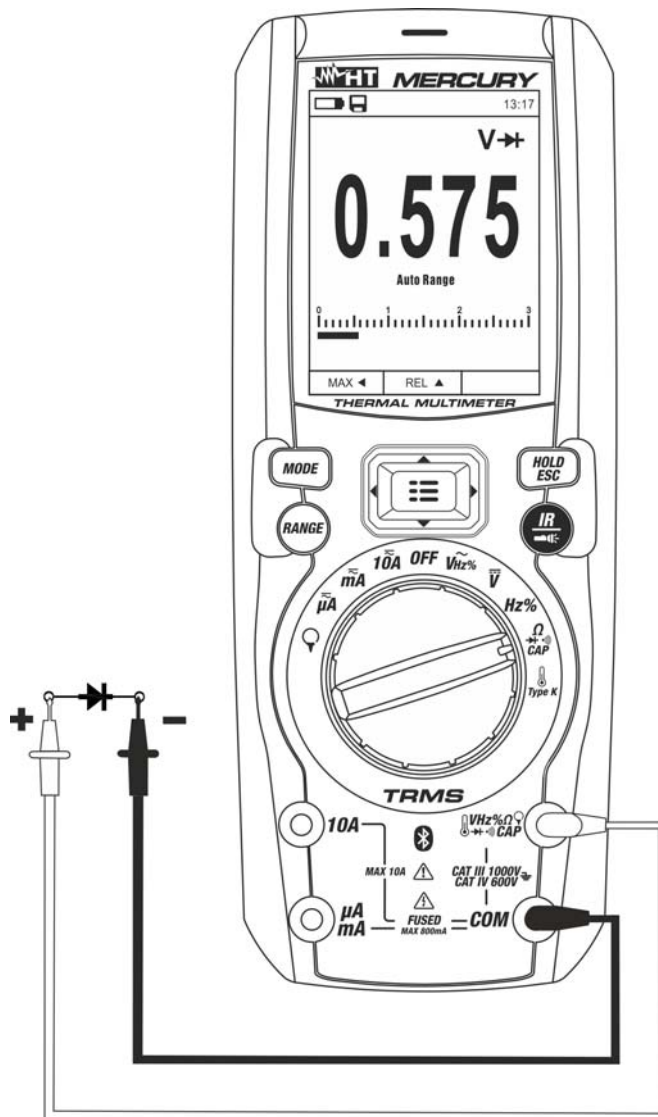

Fig. 25: Uso dello strumento per la Prova Diodi
4. Posizionare i puntali ai capi del diodo in esame (vedere Fig. 25) rispettando le polarità indicate. Il valore della tensione di soglia in polarizzazione diretta è mostrato a display
6. Se lo strumento visualizza il messaggio “**OL**” i terminali del diodo sono invertiti rispetto a quanto indicato in Fig. 25 oppure la giunzione P-N del diodo è danneggiata